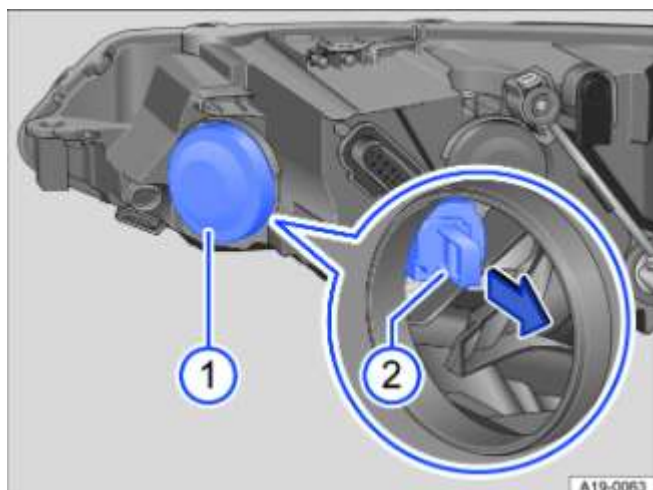

Fig. 167 À droite dans le compartiment-moteur : face arrière du projecteur
3. Retirez le cache en caoutchouc → Fig. 167 (1).
4. Extrayez le porte-ampoule → Fig. 167 (2) dans le sens de la flèche en le tenant par la poignée. Simultanément, repoussez alternativement la poignée vers le haut et vers le bas pour faciliter l'extraction.
6. Placez avec précaution le porte-ampoule dans le projecteur, puis enfoncez-le vers l'avant jusqu'à ce qu'il s'encliquette de façon audible → Fig. 167.